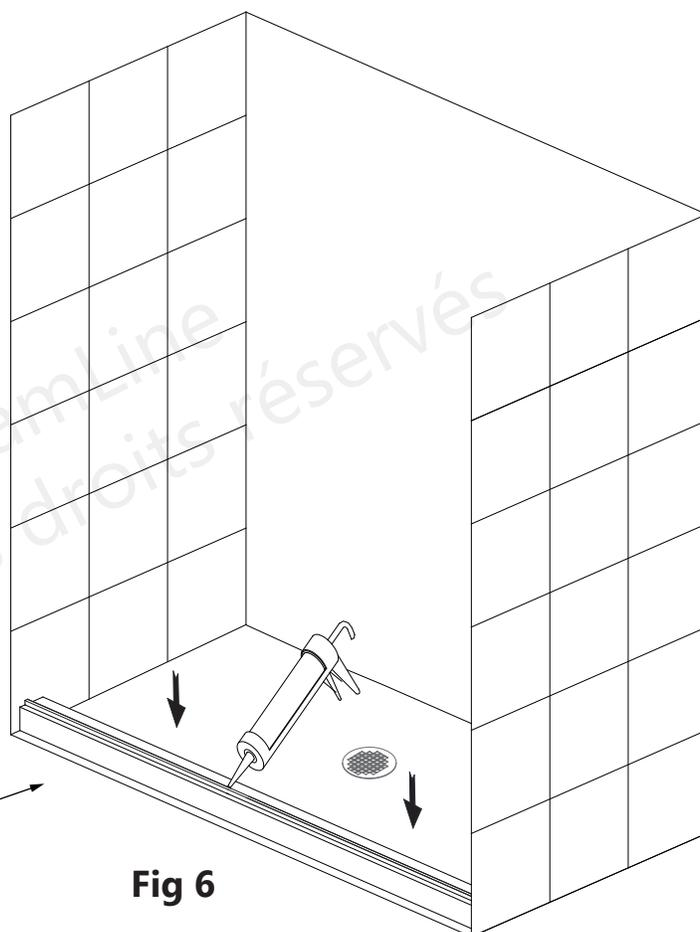

Fig 6
6. Appliquez un cordon de silicone sur la bordure intérieure du **Rail du Bas (N° 21)**. (**Fig 6**)